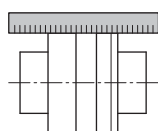

Fig. 11: Kontroll av den radiale justeringen med en linjal
- Alternativt kan kontrollen av den radiale justeringen av koblingen også foretas med en linjal (se fig. 11).